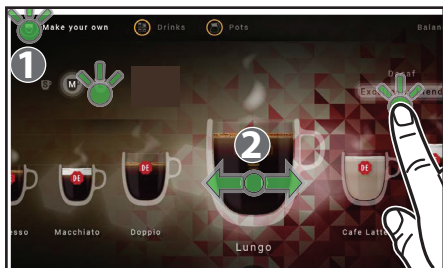

Fig. 4.5 - Choix de « Faites vous-même »
1. Appuyez sur l'icône en haut à gauche « Faites vous-même » (1) sur l'écran tactile, lorsque le distributeur est en mode de distribution (fig. 4.5).
- **LA BOISSON DEMANDÉE (2)** - déplacez la boisson de votre choix vers le centre de l'écran (fig. 4.5)
- **TAILLE DE LA BOISSON** - appuyez sur S (small), M (moyen) ou L (large) (fig. 4.5)
- **INGRÉDIENTS** - la sélection mélange peut être utilisée dans certaines configurations précises (fig. 4.5).